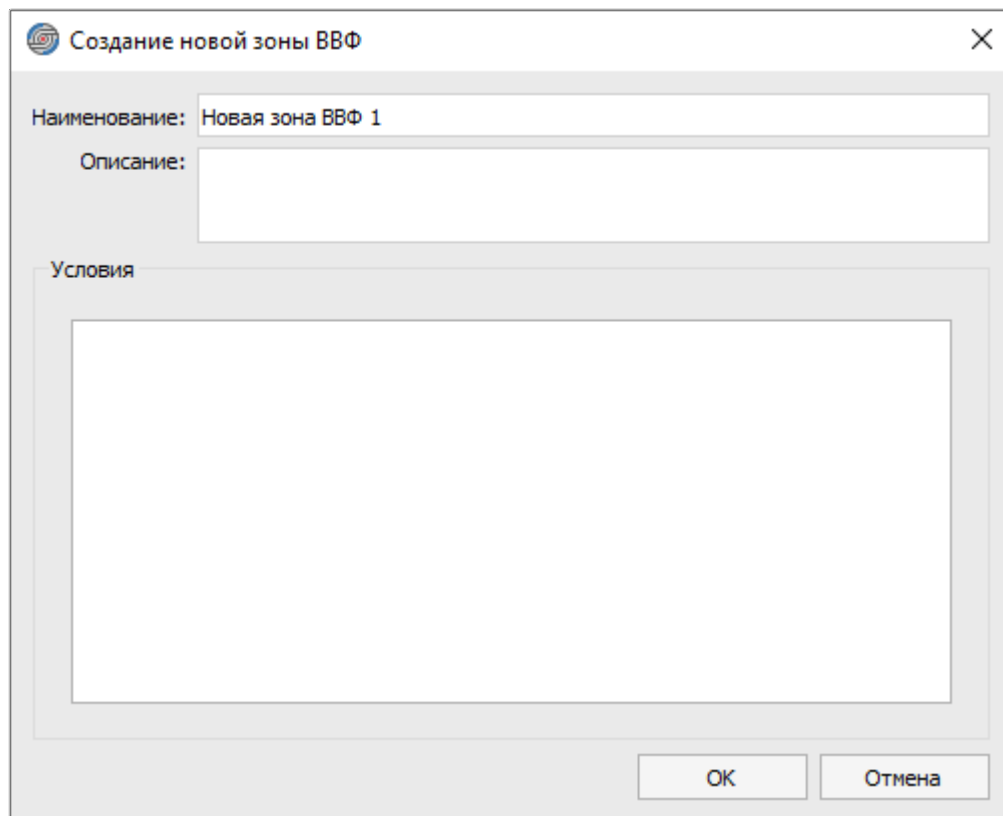

Рисунок 133. Диалоговое окно «Создание новой зоны ВВФ»
- 1) Вызвать диалоговое окно «Создание новой зоны ВВФ» (см. рисунок 133) одним из следующих способов: